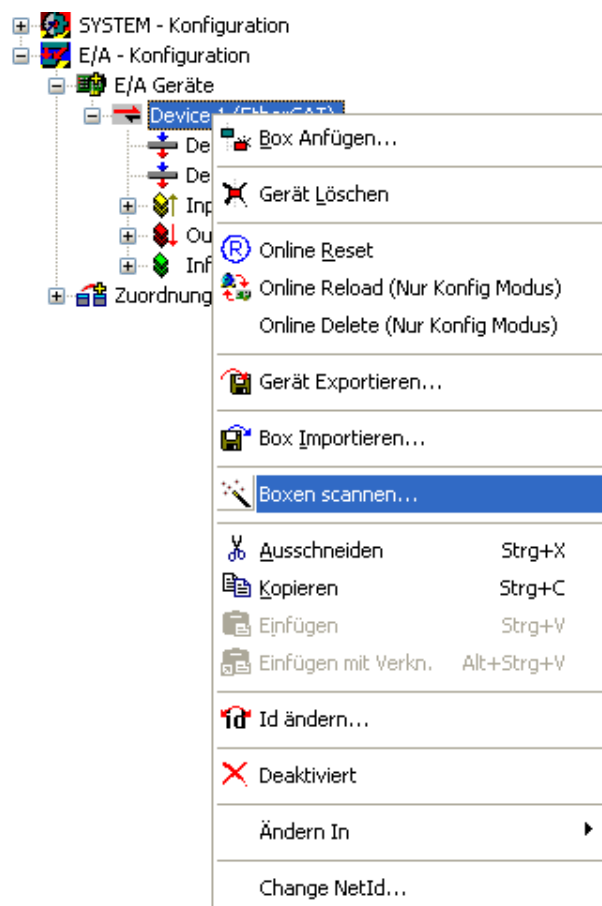

Fig. 6-3 : Scanner des modules
- Scanner le capteur de déplacement en tant que module, voir figure 6-3.